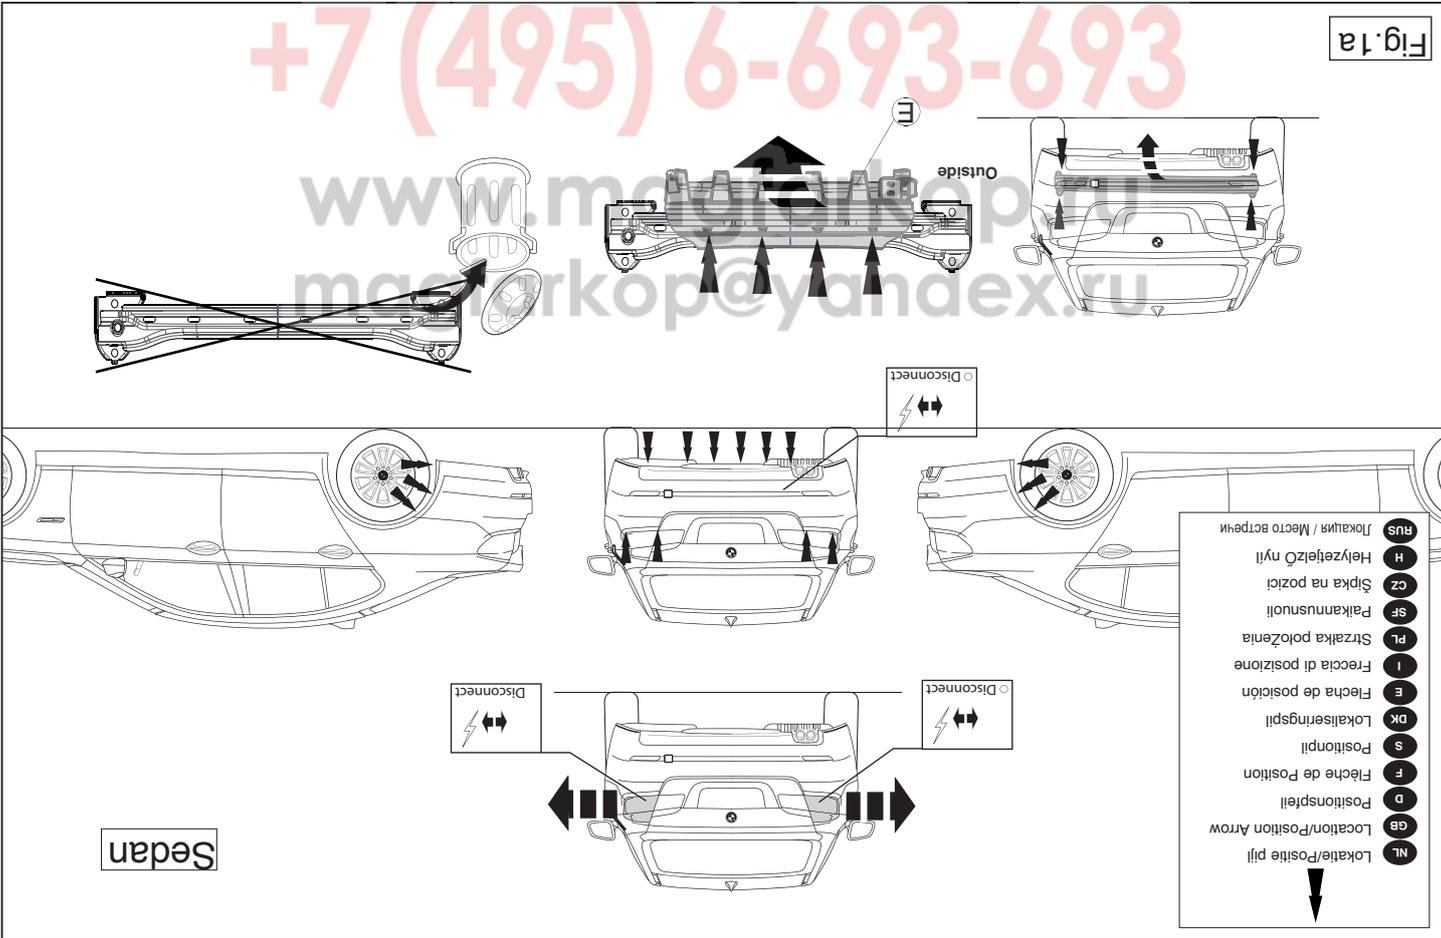

Fig.1a
- la figure 1a et 1b.
2. Demonter kotangere, inklusiv køretøjets stålstødbjælke. Denne bliver overflødig. Demonter den markerede del E (og F) ud. Se fig. 1a og 1b.